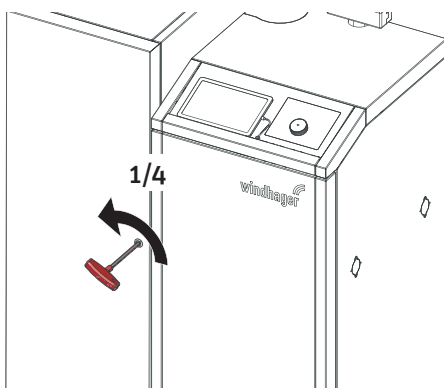

Fig. 28 Innensechskantschlüssel anstecken, 1/4 Umdrehung nach links
- ▶ Innensechskantschlüssel anstecken, eine 1/4 Umdrehung nach links drehen – Fig. 28.